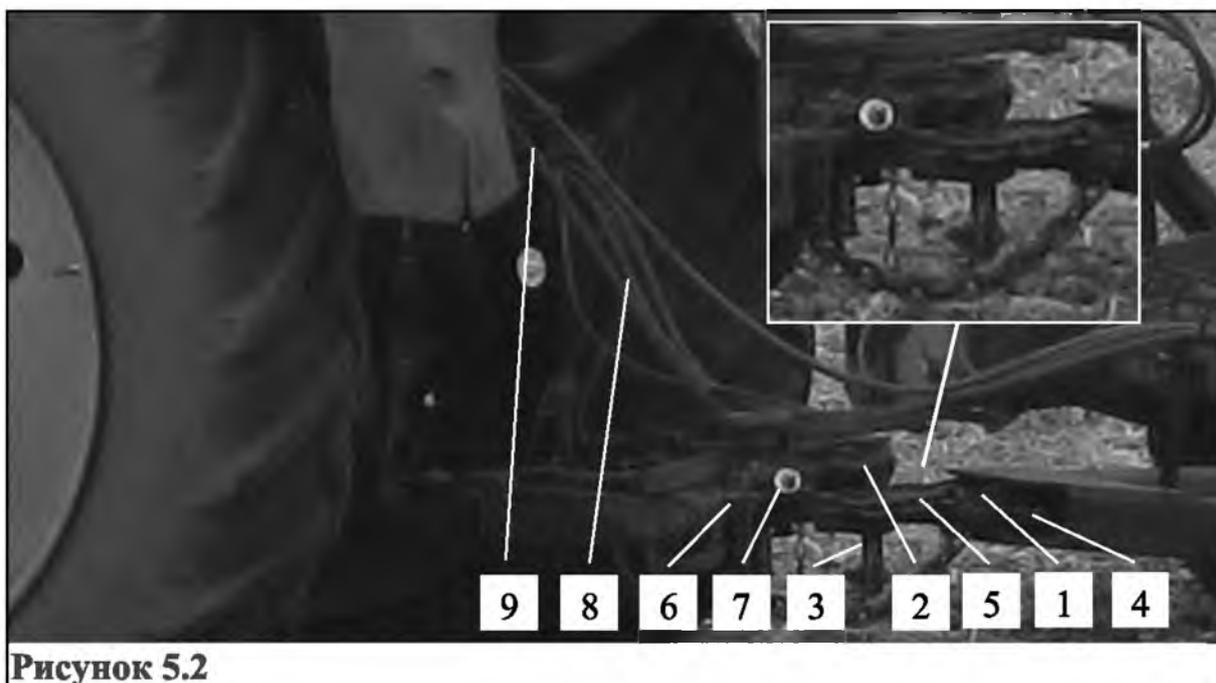

Рисунок 5.2
5.3.1 Для того чтобы присоединить сеялку к трактору, необходимо завести сцепную петлю 1 дышла (рис. 5.2) в зев прицепной вилки 2 и зафиксировать их шкворнем 3 со шплинтом пружинным.